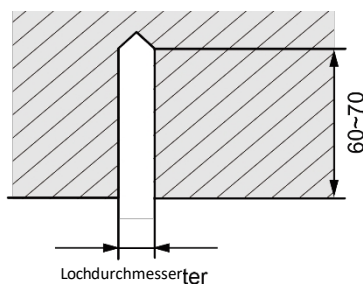

Abb. 4.1.2
- Bohren Sie 4 Löcher entsprechend der Bohrung am Halter; der Lochdurchmesser richtet sich nach dem Durchmesser der Spreizschraube und die Tiefe beträgt 60–70 mm, wie in Abb. 4.1.2 dargestellt.